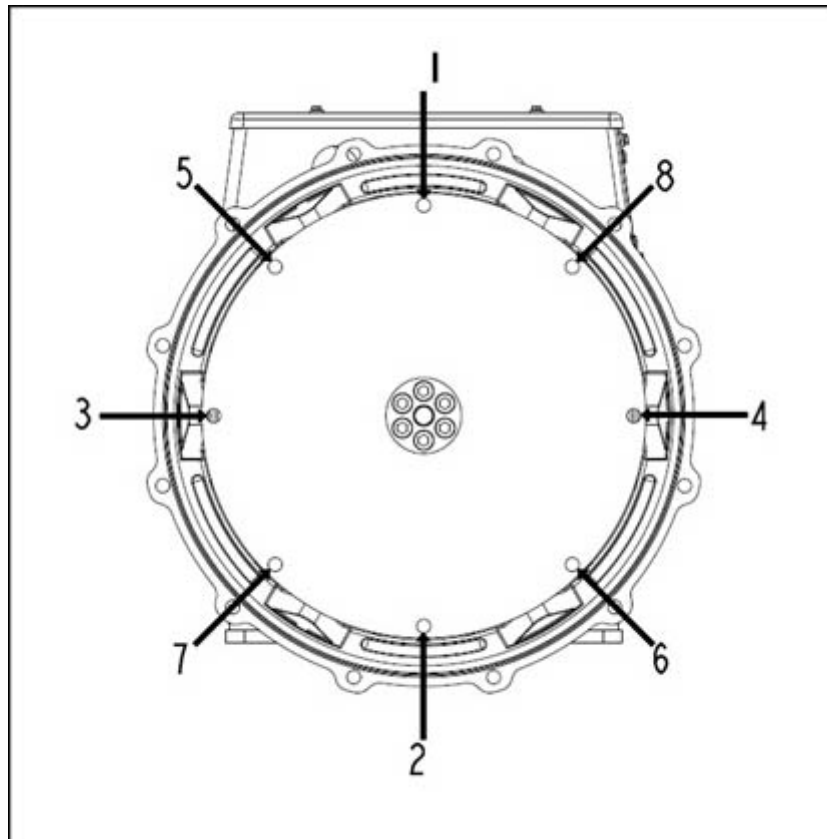

FIGURE 11. SÉQUENCE DE FIXATION À LA ROUE VOLANTE
10. Serrer les vis pour fixer le disque d'accouplement au volant dans l'ordre indiqué sous Figure 11 à la page 30.